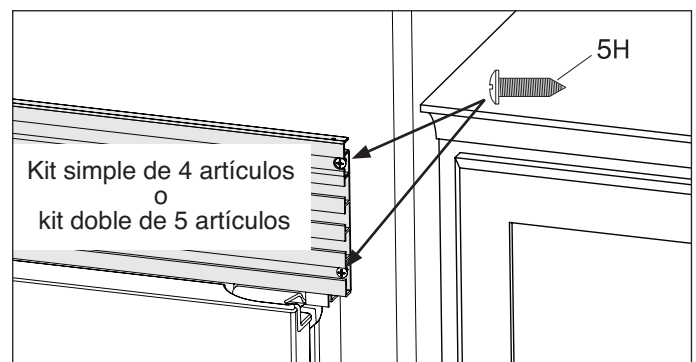

Figura 15.
- a. Desplace las unidades en su lugar. Ajuste la altura para que la altura de la moldura superior alcance los 79,09" (2.009 mm). Centre las unidades en la apertura y nivele. (Consulte la Figura 15).
- b. Perfore los orificios del piloto unos 1/8" y ajuste dos (2) tornillos por lado con un destornillador Phillips para los gabinetes de la cocina.